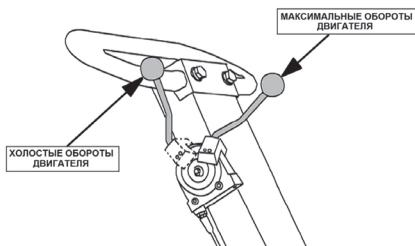

Рис.11 Рычаг газа PC1645RH
- Рычаг газа установите в среднее положение (Рис. 11).